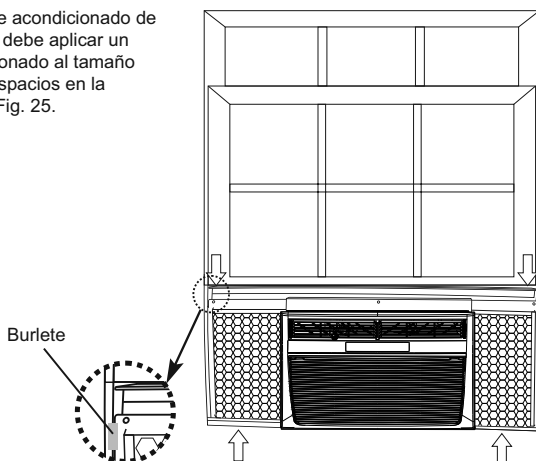

FIG. 25
- Para minimizar las fugas de aire entre el aire acondicionado de la habitación y la apertura de la ventana, se debe aplicar un burlete apropiado (ajuste el burlete proporcionado al tamaño apropiado) en caso de que se encuentren espacios en la ubicación como lo indican las flechas en la Fig. 25.